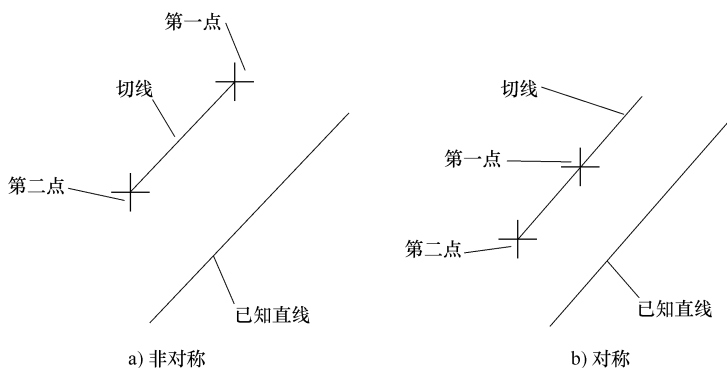

图 2-23 直线的切线
2) 单击立即菜单中的【非对称】选项, 该选项内容变为“对称”, 这时选择的第一点为所要绘制直线的中点, 第二点为直线的一个端点, 如图 2-23 所示。